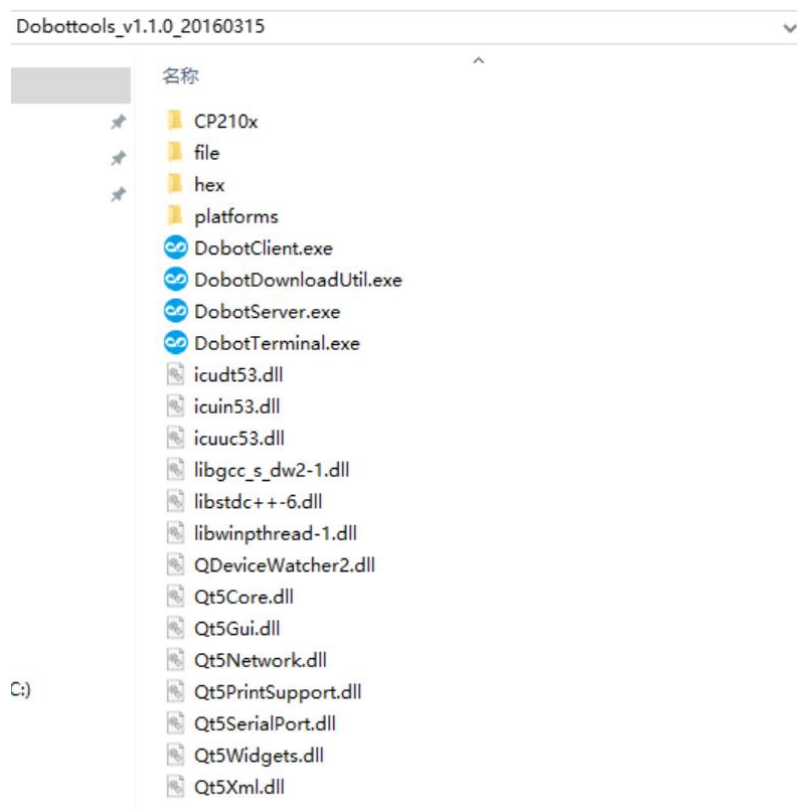

图 4 DobotTools 文件夹目录结构
1. 从官网下载最新的 DobotTools 包并解压缩，其目录结构如图 4 所示。